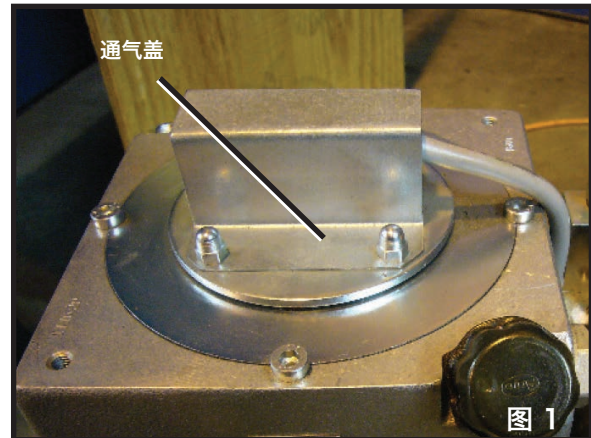

图 1
4. 取下液压油箱上的螺栓。如果需要运输钉扣机，请保留螺栓，以备之后使用。拧入通气盖（参见图 1）。找到泵组件外部的透明液位观察管，以便检查液位。液位应达到透明管的大约 $\frac{3}{4}$ 。如果液位低，请添加标准液压油。请每月检查一次液位。